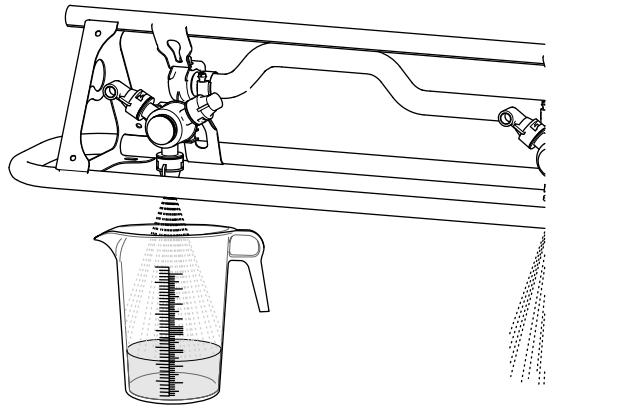

図 82
6. 採集容器をノズルの下にセットしてブームを ON にする用意をする図 82。
8. キャッチテストは少なくとも 15 秒間、できれば 1 分間実施する図 82。